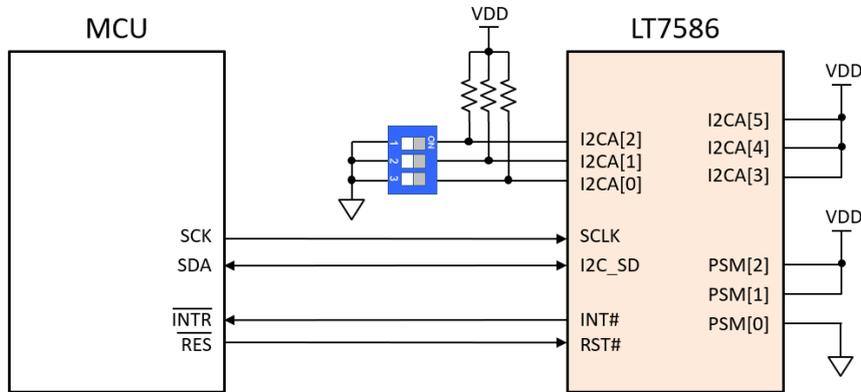

图 5-12: MCU I2C 串联接口电路图 (不支持连读模式)
- 单读模式下 (引脚 PSM=110b，如图 5-12)，如果 I2C STSR/DATR 送出的 Data 不论收到何种响应都只有一笔资料，如需下一笔资料须再重下读取命令。